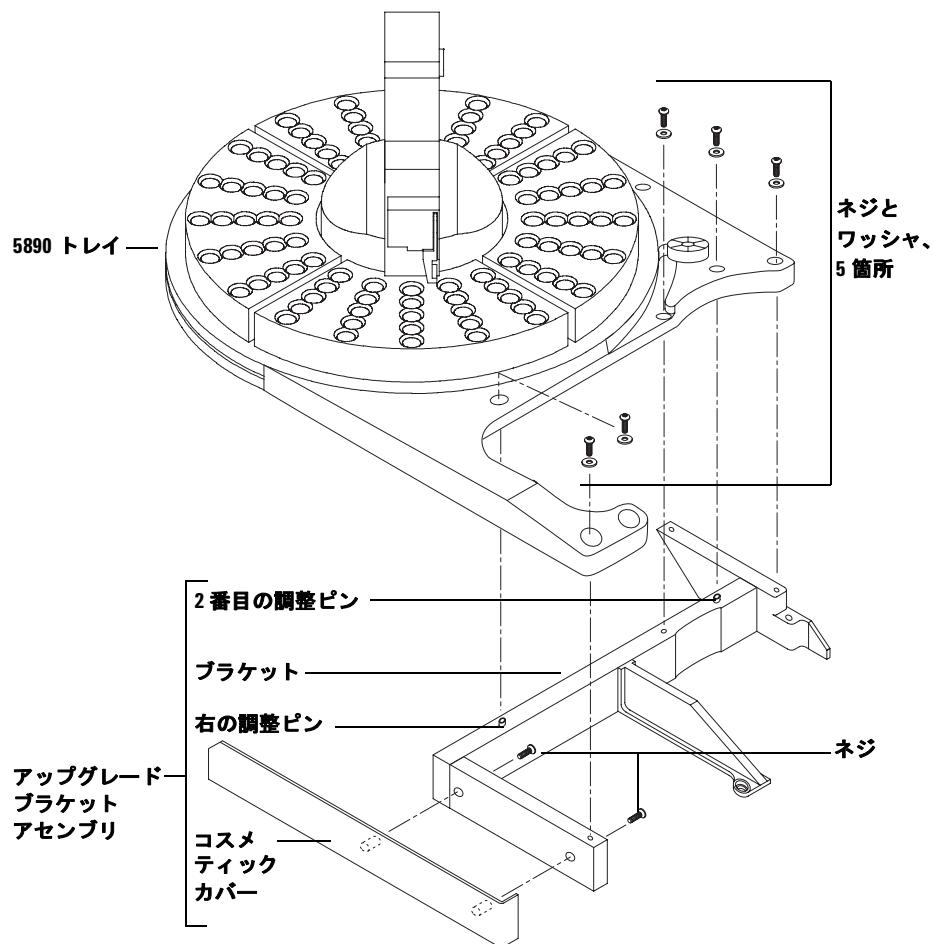

図11 アップグレードブラケットを取り付ける
- 2 2本の附属ネジを使用して、ブラケットの側面にコスメティックカバーを取り付けます。図11を参照してください。
- 3 アップグレードブラケットの一番前のピンがトレイの底部にあるはめ込み穴にはまるよう、キットからのアップグレードブラケットの上にトレイをセットします(図11)。トレイをアップグレードブラケットの2番目の調整ピンに整列します。